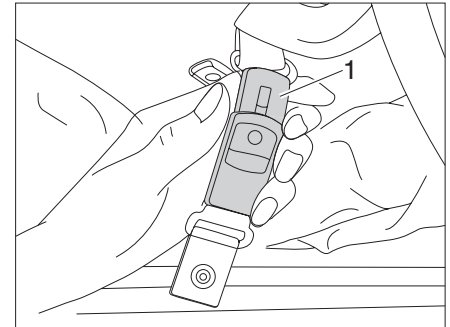

Bild 44 Stäng säkerhetsremmen
- ▶ Stäng säkringsremmarna (Bild 44,1).